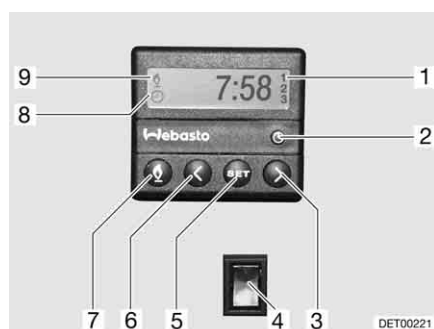

Fig. 93 Centralina di controllo per riscaldamento fisso
- Premere il tasto (Fig. 93,7). Il funzionamento del riscaldamento viene indicato con il simbolo (Fig. 93,9). La ventola viene inserita solo quando la temperatura dell'acqua di raffreddamento è pari a 30 °C.
- Premere il tasto (Fig. 93,7). Il simbolo (Fig. 93,9) si spegne.
- Premere l'interruttore (Fig. 93,4) in basso. Il motore viene preriscaldato. La ventola viene inserita immediatamente.
- Premere l'interruttore (Fig. 93,4) in alto. Il motore rimane freddo.
- Premere il tasto (Fig. 93,2). L'impostazione dell'ora viene indicata con il simbolo (Fig. 93,8).
- Impostare l'ora con i tasti (Fig. 93,3 e 6).
- Premere il tasto (Fig. 93,5).
- Impostare l'orario di accensione con i tasti (Fig. 93,3 e 6) entro 10 secondi.
- Premere il tasto (Fig. 93,5) fino a che nel display (Fig. 93,1) non appare il numero di programmazione desiderato.